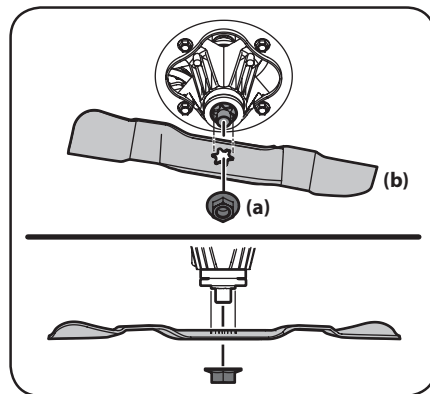

Figura 4-9
6. Cambie o afile las cuchillas. Para afilar las cuchillas de corte correctamente, extraiga cantidades iguales de metal de ambos extremos de las cuchillas a lo largo de los bordes cortantes, paralelo al borde de caída, con un ángulo de 25° a 30°. Afíle siempre cada borde de las cuchillas de corte de forma pareja para mantener un equilibrio adecuado entre las mismas. Vea la Figura 4-9.